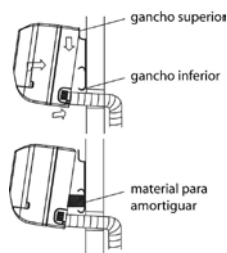

ilustración 37
4.3. La instalación de la tubería puede ser realizada levantando la unidad interior con un material que amortigüe entre la unidad interior y la pared. Quitar este material al terminar la instalación. (Ilustración 37)